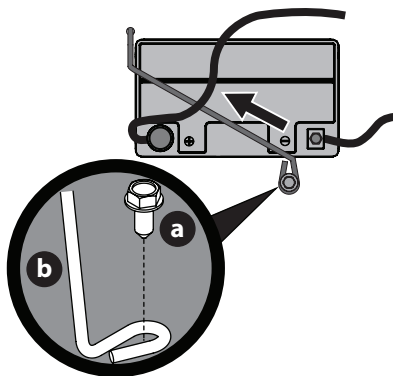

Figura 16
NOTA: el mazo de cables debería colocarse sobre la parte superior de la barra de sujeción de batería. De no ser así, el mazo de cables podría resultar dañado (Figura 16 en la página 48).
3. Extraiga el tornillo de arandela hexagonal (a) que sujeta la barra de sujeción de la batería al bastidor (b). Luego levante la barra de sujeción de la batería (b) para liberar la batería (Figura 16).